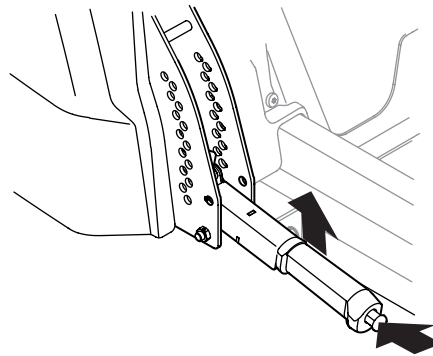

Figura 3-12
- Use la manija de elevación de la plataforma para elevarla a la posición más alta al oprimir el botón que está en el extremo de la manija y al tirar hacia arriba. Compruebe que la traba se enganche en el pasador. Consulte Figura 3-12.